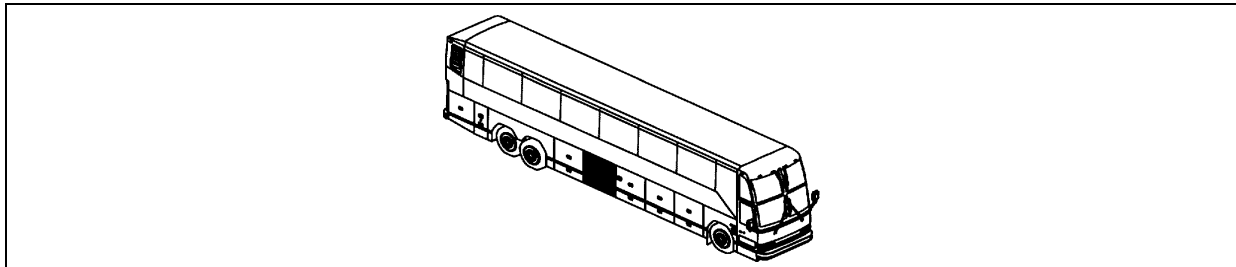

Figure 1: Emplacement type du compartiment condenseur.
1. Ouvrir le compartiment condenseur (figure 1);